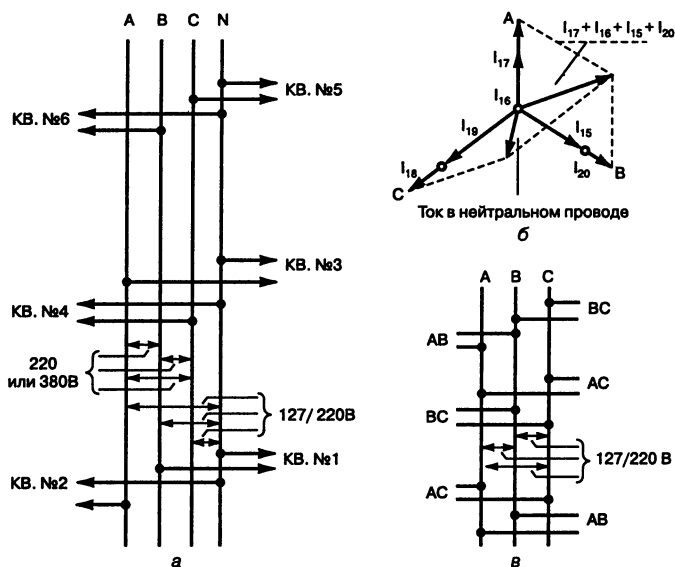

Рис. 1.15. Распределение нагрузки между фазами
Квартиры к разным фазам присоединяют по возможности равномерно. Так, на рис. 1.15, а из шести квартир к каждой фазе присоеди-
Из схемы видно, что все квартиры присоединены к нейтральному проводу. Он для всех квартир является обратным, поэтому через него должна проходить сумма всех токов. Но какая сумма? Не арифметическая, а геометрическая. Чтобы ее найти, нужно изобразить нагрузки каждой фазы векторами, приняв их длины пропорциональными нагрузкам фаз; затем эти векторы следует расположить под углами  $120^\circ$  и по правилу параллелограмма сложить сперва нагрузку двух фаз, а затем, опять-таки по правилу параллелограмма, сложить найденную нагрузку двух фаз с нагрузкой третьей фазы. Пример такого сложения дан на рис. 1.15, б. Из него видно, что ток в нейтральном проводе получился меньшим, чем ток любого провода фазы А, В или С. При совершенно равномерной нагрузке фаз тока в нейтральном проводе нет, поэтому его часто называют нулевым.
**Вариант 2.** В другом варианте (рис. 1.15, в), распространенном в старых домах, в стояке три провода. Между каждой парой проводов обычно напряжение 120 В. Здесь нейтрального провода нет.